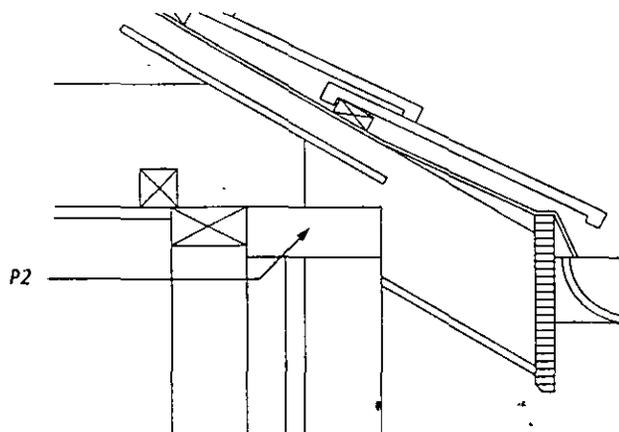

Figura 3-7. Detalle del alero con la faja sombreada
7. Elija el botón Pick Points <. Seleccione cualquier punto en el dibujo situado en el interior del bloque de aislamiento, como muestra P2 en la Figura 3-7.